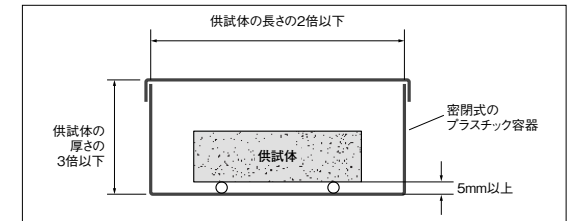

図10.11 湿潤状態にする装置の概略図
- ①0.1mm単位以上の精度で測定できるノギス
- ②1g単位以上の精度で測定できるばかり
- ③温度105±5°Cに保持できる乾燥機
- ④密閉式のプラスチック容器 (図10.11)
保水量試験に用いる供試体はブロック有姿とし、製品の温度105±5°Cの乾燥機で一定質量になるまで乾燥した後、常温まで冷却したものとする。このときの供試体の質量を量り、これを絶乾質量 ( $m_d$ ) とする。この供試体を15~25°Cの水中に24時間浸せきした後、15~30°Cの室内で図10.11に示すプラスチック製の密封容器中に30分間静置した後取り出して湿った布で表面の水膜をふき取って質量を量り、これを湿潤質量 ( $m_w$ ) とする。供試体の体積 (V) は、表面積に厚さを乗じたものとする。厚さは3か所、幅及び長さも2か所測定し、その平均値とする。なお、表面積は公証寸法から求めてもよい。保水量 (W) は、次の式によって算出し、数値は四捨五入を行い小数点以下2桁に丸める。